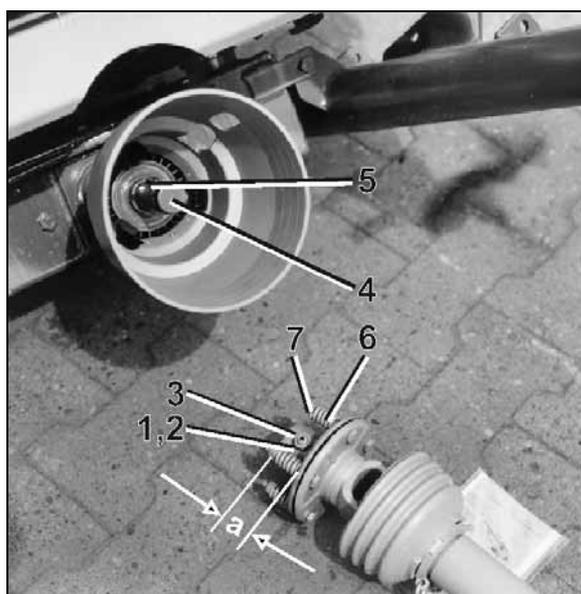

Fig. 33
En el caso de que se cizalle con frecuencia el tornillo fusible entre la junta de conexión y el eje de transmisión de la máquina y cuando el embrague de accionamiento de la tdf del tractor sea robusto, se recomienda que el eje cardánico Walterscheid vaya provisto de embrague de disco (Fig. 33).
7. Aflojar la contratuerca (Fig. 33/1) en la horquilla de conexión del embrague de disco (hasta que el pasador roscado no salga más de la contratuerca), extraer el pasador roscado con interior hexagonal (Fig. 33/2) y comprobar que la horquilla de conexión se puede extraer fácilmente del eje de la transmisión.
10. Introducir la horquilla de conexión (Fig. 33/3) engrasada en el eje de entrada de la transmisión (Fig. 33/4).
¡Preste atención a que quede totalmente introducida la chaveta (Fig. 33/5)!
1. Aflojar la contratuerca (Fig. 33/1) en la horquilla de conexión del embrague de disco. Extraer el pasador roscado (Fig. 33/2).